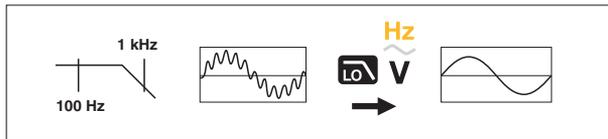

Figura 5. Filtro passa basso
Le misure c.a. utilizzano un filtro passa-basso c.a. (LO). Il filtro blocca tensioni indesiderate superiori a 1 kHz. Vedere la Figura 5. Le tensioni di frequenza inferiore a 1 kHz passano con minore precisione. Il filtro passa-basso può migliorare i risultati della misura di onde sinusoidali composite, che normalmente sono generate da invertitori e azionamenti di motori a frequenza variabile.